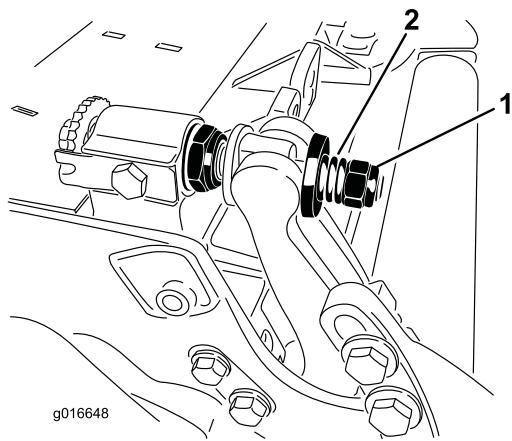

图32
5. 旋紧弹簧加压螺母直到弹簧完全压紧然后往回松开1/2圈图32。
- 旋紧每个底刀架调节器组件上的螺母直到加压弹簧完全压紧然后往回松开 1/2 圈图32。